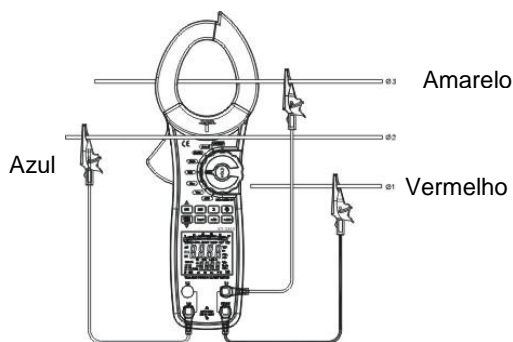

Figura 15
- Quando se faça uma medição trifásica três condutores, mantenha SEL durante 5 segundos e o medidor mostra **3Ø3W**, pressione SEL de novo durante 5 segundos para sair da fase trifásica de 3 condutores, ligando o medidor como na figura 15.
Na figura 15 $\Sigma W = W2 + W3$.